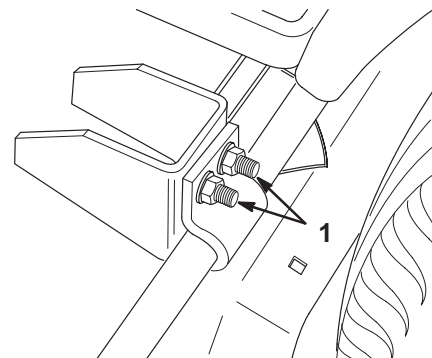

Bild 12
1. Gleichen Sie den seitlichen Schnitt durch Einstellen der beiden Schlossschrauben (Bild 12) hinten links am Mähwerk ab.
2. Prüfen Sie nach dem Einstellen der Schlossschrauben den seitlichen Messerschnitt. Siehe „Seitlicher Messerschnitt“ (Bild 12).